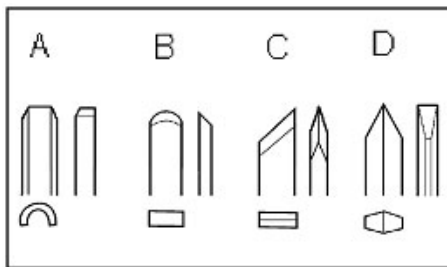
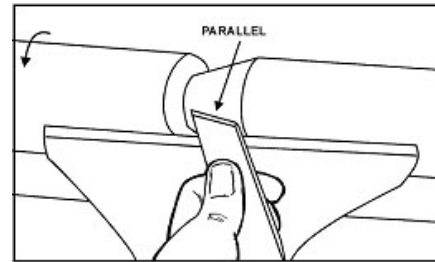

Рис.6
Рис.8
#### Трубчатый резец (А, рис.6)
**Шабер (В, Рис.6).** Применяется для наружного и внутреннего калибрования, а также для удаления следов обработки.
**Косой резец (С, Рис.6).** Применяется для проточки V-образных канавок, для наружного калибрования и для токарной обработки торцов древесины. Режущая кромка устанавливается параллельно направлению реза (Рис.8)
**Отрезной резец (D, Рис.6).** Применяется для прямой врезки в заготовку, например при затыловке и отрезке. Может применяться также как шабер.